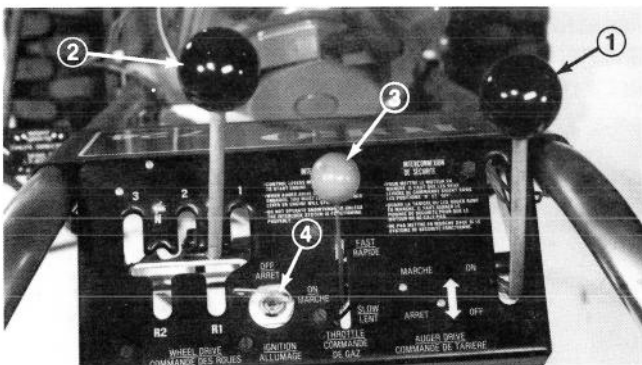

Figure 20
1. Placez la commande de tarière en position DÉBRAYÉE (Fig. 20).
2. Mettez la commande des roues au point mort (N) et mettez la manette de commande des gaz en position Fast (Fig. 20).